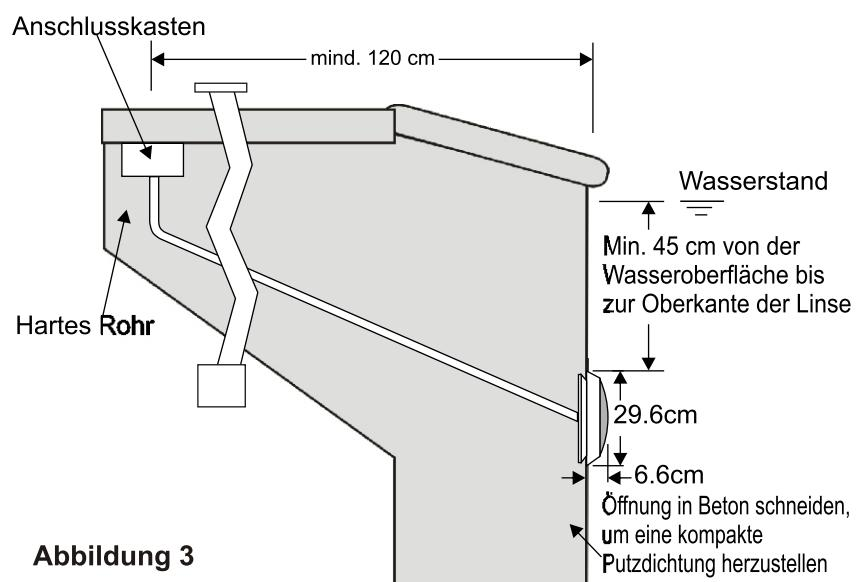

Abbildung 3
2. Stellen Sie sicher, dass die Spannung 12 V beträgt und dass der Anschlusskasten mindestens 120 cm vom Rand des Schwimmbads entfernt ist (Abbildung 3).
3. Bei der Installation ist darauf zu achten, dass sich die Oberseite der Lampe mindestens 45 cm unter der Wasseroberfläche befindet (Abbildung 3).